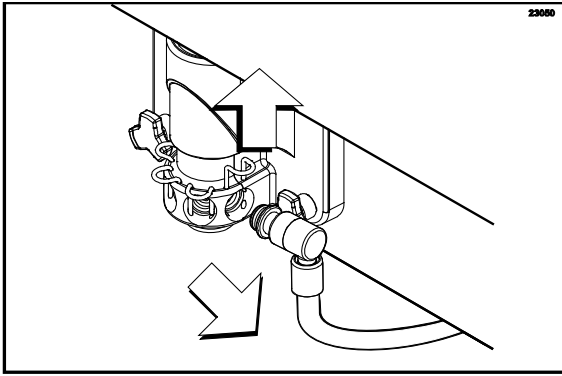

Figure 54
9. Retirer les flexibles à sirop de la porte de l'unité (Cf. Figure 54).